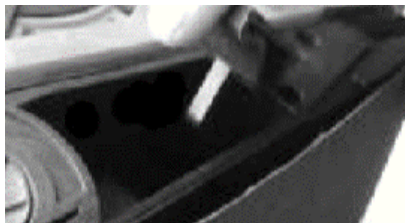

Рисунок 2
4.3 Встановіть на виріб шліфувальну стрічку необхідної зернистості (відповідно до рекомендацій виробника шліфувальної стрічки для конкретного виду оброблюваного матеріалу). Для цього витягніть важіль фіксації шліфувальної стрічки, який розташований у поглибленні з правого боку блока напрямних роликів (дивіться рисунок 2). Встановіть шліфувальну стрічку на напрямні ролики та натисніть на важіль фіксації стрічки для його повернення в початкове положення.